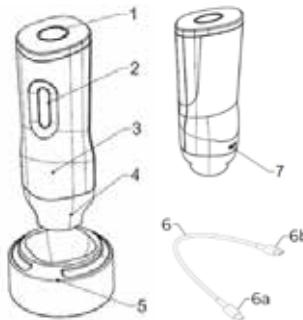

Figura 1: Pompa Icon Mini Vacuum – componente nume-rotate
Figura 1 prezintă pompa Icon Mini Vacuum. Este ușor de utilizat: se aşază deasupra valvei de silicon a recipientului și se
- Componentele marcate în figura 1: